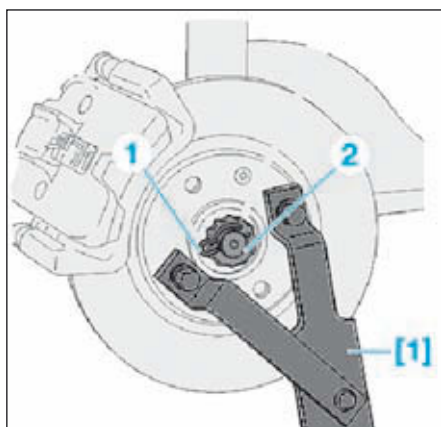

FIG.2
- Immobiliser en rotation le moyeu à l'aide de l'outil [1] (Fig.2).